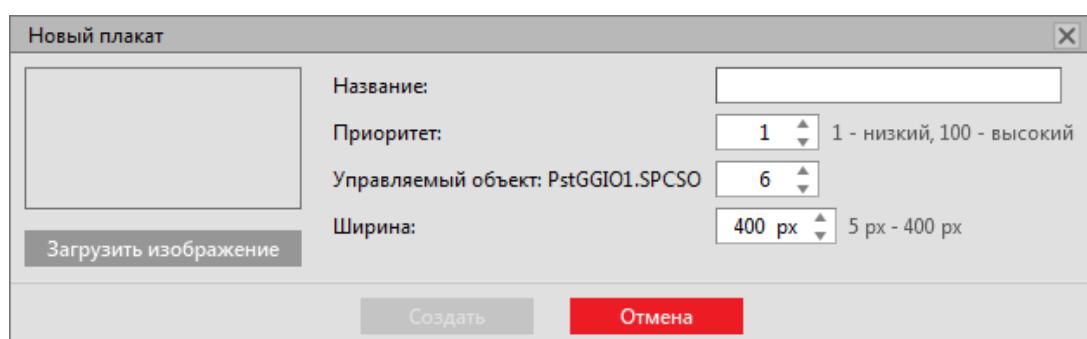

Рисунок 122 - Создание плаката
- Заполните форму (Рисунок 122) согласно Таблице 57.